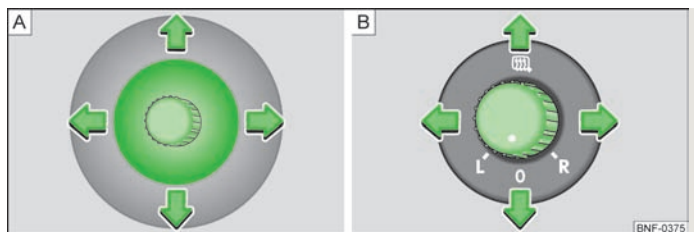

Abb. 32 In der Tür, Stellknopf / Drehknopf: für den mechanischen Außenspiegel / für die elektrischen Außenspiegel
- Die Spiegelfläche mit dem Stellknopf in gewünschte Position » Abb. 32 - [A] stellen. Die Spiegelflächenbewegung ist mit der Bewegung des Stellknopfes identisch.
- Den Drehknopf in die Position  » Abb. 32 - [B] stellen.
- Den Drehknopf in die Position **L** » Abb. 32 - [B] stellen. Die Spiegelflächenbewegung ist mit der Bewegung des Drehknopfes identisch.